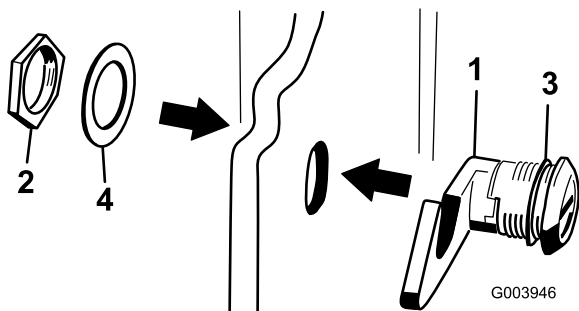

Figure 19
3. Retirez l'écrou du verrou de capot (Figure 19).